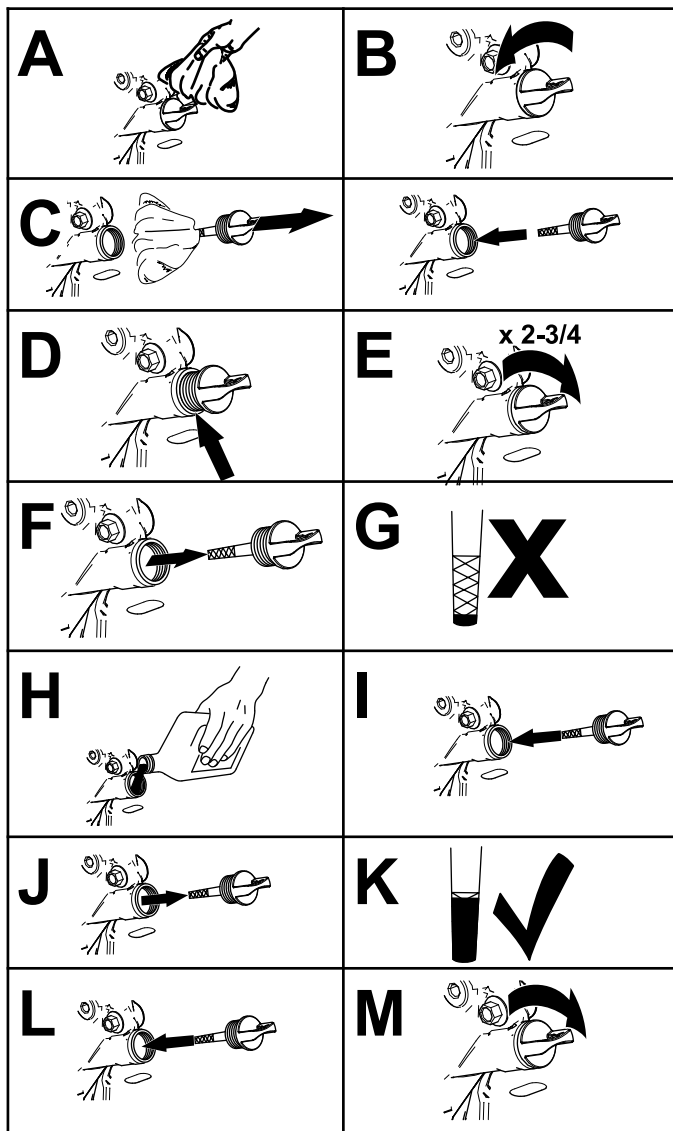

Figura 34
4. Compruebe el nivel de aceite del motor, según se muestra en Figura 34.